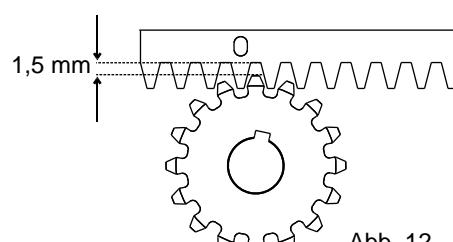

Abb. 12
**6.6.** Um zu verhindern, dass sich das Torgewicht auf das Zahnräder verlegt, die gesamte Zahntange um 1,5mm anheben (Abb. 12);